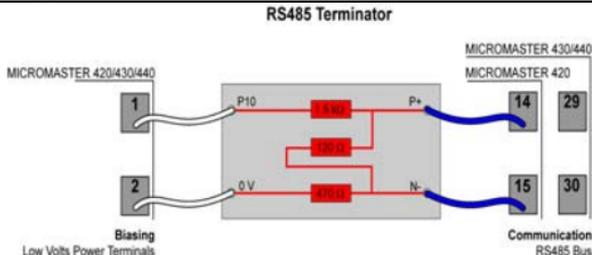
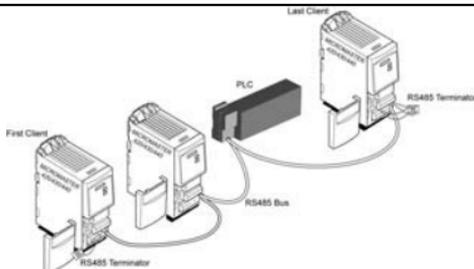

Fig. 1
Fig. 2
► When the MICROMASTER drive inverter is the last slave on the bus (Fig. 2 on the right), and there are no other pull up/pull down resistors on the bus, the supplied terminator must be connected shown in Fig. 1.
► When the MICROMASTER is the first slave on the bus (Fig. 2) the RS485 Terminator may be used to terminate the bus by using P+ and N- only, for the bus is powered by the last drive as explained.
► Ist der Umrichter der letzte Slave auf dem Bus (im Bild 2), so ist dort P+ und N- des benachbarten RS485 Terminators mit den RS485 Klemmen wie gezeigt (Bild 1) zu verbinden. P10 und 0V können zur Stromversorgung mit Klemme 1 und 2 verbunden werden.
► Ist der Umrichter der erste Slave (Bild 2, links), so braucht man dort nur den Bus mit P+ N- zu terminieren. **Zu beachten:** Die Stromversorgung mittels Pull-Up-/Pull-down-Widerständen muss immer zur Verfügung stehen, wenn die RS485 Kommunikation läuft! Weitere Informationen finden Sie in der FAQ Nr. (ID) 12462284 vom Siemens Drive Support unter
► Cuando el MICROMASTER es el último esclavo del bus (Fig. 2), y no hay ninguna resistencia pull up/ pull down en el bus, el terminador debe conectarse tal y como se muestra en la Fig. 1.
► Cuando el MICROMASTER es el primer esclavo del bus (Fig. 2) el terminador RS485 se usa para terminar el bus conectando sólo P+ y N-, ya que el bus es alimentado por el último convertidor.
► Quando il MICROMASTER è l'ultimo slave sul bus (fig. 2), e non ci sono altre resistenze di pull up/down, i terminatori forniti devono essere collegati come in fig. 1.
► Quando il MICROMASTER è il primo slave sul bus (fig. 2), il terminatore deve essere usato solo per connettere P+ e N-
◆ 如果MICROMASTER变频器是总线上的最后一个从站(如图2中右面的一台变频器)，而且总线上没有其他的上拉/下拉电阻时，终端器必须按照图1所示的方法进行连接。
◆ 如果MICROMASTER变频器是总线上的第一个从站(如图2中左面的一台变频器)时，RS485的两个端子可以作为总线的终端，只使用P+ 和N-，关于总线由最后一台变频器供电的情况，请参看上面的说明。